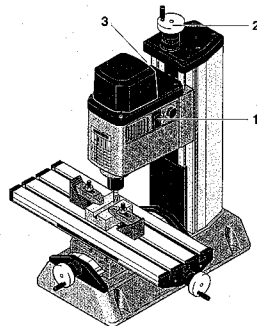

Fig. 4
2. Fräse am Schalter 1 (Fig. 4) einschalten.
6. Vor dem erneuten Einstellen der Frästiefe Klemmschraube 3 (Fig. 4) wieder lösen.